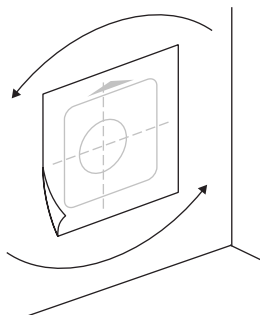

Рисунок 6.2.
3. Сориентируйте шаблон для монтажа согласно выбранному типу размещения (рис. 6.2). Приложите шаблон для монтажа к стене и наметьте место для бурения канала воздуховода. Пробурите канал24 воздуховода согласно требованиям, указанным на рисунке 6.3. Для предотвращения загрязнения отделки помещения при бурении используйте промышленный пылесос с водосборным кольцом.